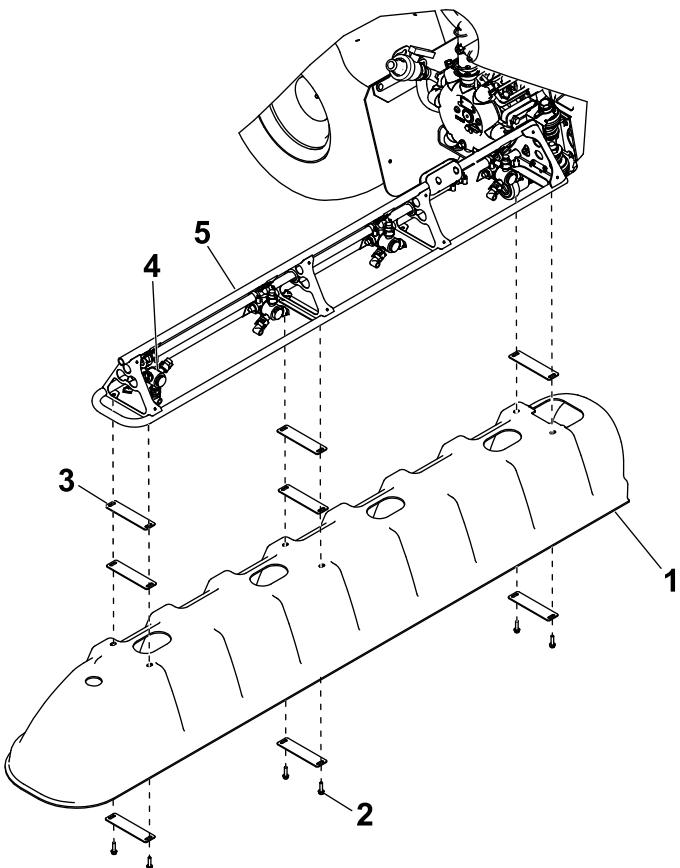

図10
2. ウイングブームカバー図10のひとつを取り付けるワッシャプレート8枚、六角ヘッドボルト 5/16 x 1-1/4 インチ6本、Uナット6個を使用する。
**注** 干渉する場合は、外側ブームカバーとそのトラスフレームとの間にワッシャプレートを追加してカバーとカバーとの間の隙間を確保する。図 10を参照。